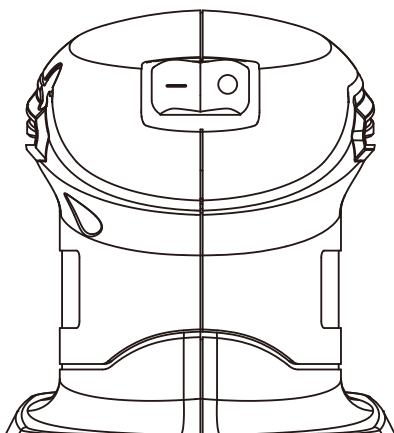

Figure 5
1. OPERATING THE ON/OFF SWITCH (SEE FIG. 5)